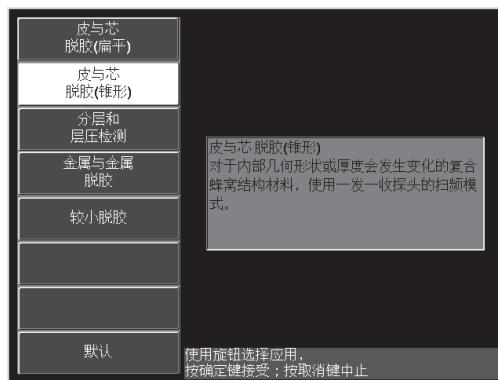

图 6-18 蒙皮和蜂窝芯脱粘（锥形）应用
3. 选择皮与芯脱胶（锥形）应用，然后按确定键（）接受（参见第 125 页的图 6-18）。